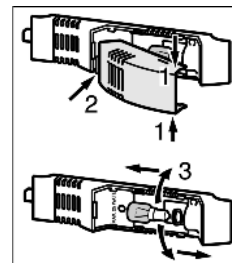

Fig. 16
- ▶ Afferrare il coprilampada sul lato superiore e inferiore *Fig. 16 (1)*.
- ▶ Sbloccare il coprilampada sul retro e sganciarlo *Fig. 16 (2)*.
- ▶ Sostituire la lampadina *Fig. 16 (3)*.